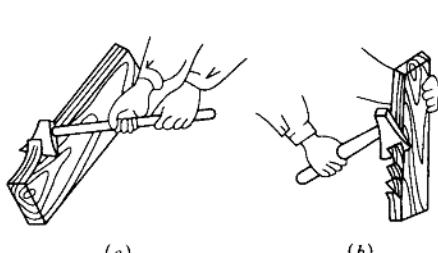

图 1-8 斧的使用方法
(1) 斧。斧有单面斧、双面斧。双面斧的刃口在中间，能向左或向右劈削木材；单面斧的刃口在一边，适合砍削，不适合劈，砍时只能向一面砍。使用斧砍削木材有平砍、立砍、和对砍 3 种，如图 1-8 所示。